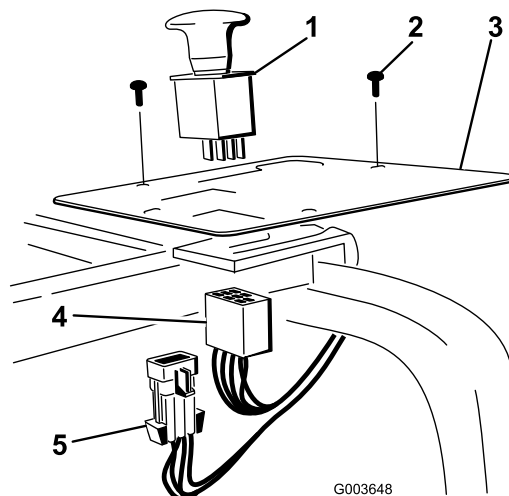

Bild 34
2. Nehmen Sie den Kunststoffstopfen vom Armaturenbrett ab und installieren Sie den Schalter (Bild 34).
4. Befestigen Sie den Kabelbaum am Schalter im Armaturenbrett (Bild 34).
6. Befestigen Sie den Hauptkabelbaumstecker am Hauptkabelbaum (Bild 34).